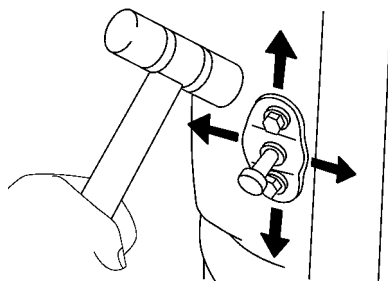

图 17-47 沿垂直和水平方向调整车门后侧
(1) 拆下全部下降挡块。
(2) 沿垂直和水平方向调整车门的后侧，如图 17-47 所示。